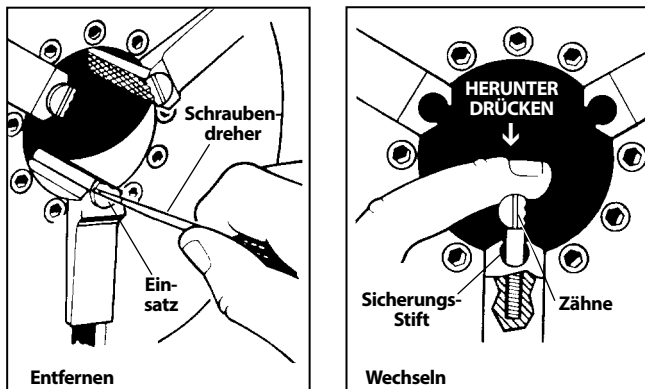

Abbildung 31 – Wechseln der Backeneinsätze
1. Einen Schraubendreher in den Schlitz des Einsatzes stecken und in beliebiger Richtung um 90 Grad drehen. Einsatz entfernen (Abbildung 31).
2. Den Schraubendreher seitlich am Fixierstift ansetzen und so weit wie möglich herunterdrücken (Abbildung 31).